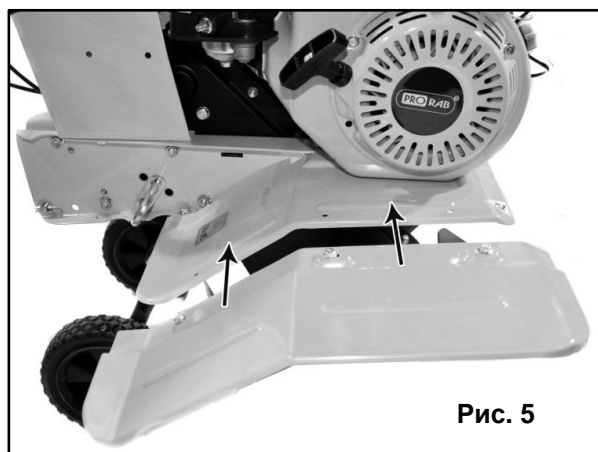

Рис. 5
4. Откройте топливный кран (2) (См. Рис. 5), переведите рычаг в положение «Открыто» (OPEN).